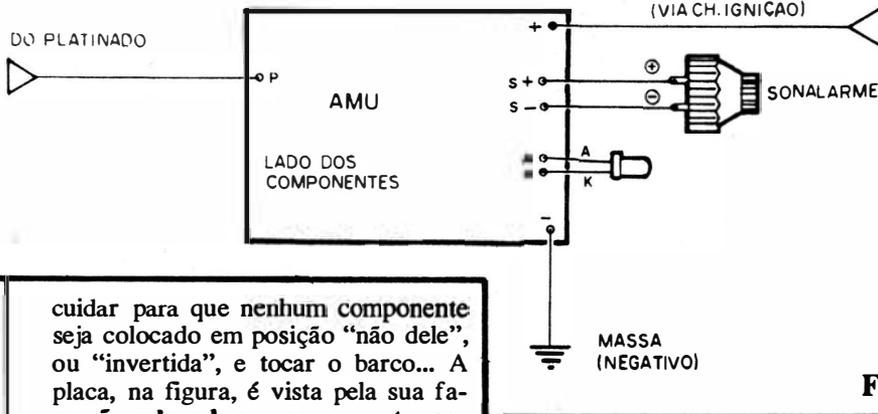

Fig.4
- **FIG. 4 - CONEXÕES EXTERNAS À PLACA** - Poucas e simples (porém todas **importantes**...) e quase todas **polarizadas**, exigindo assim uma boa dose da boa e velha... ATENÇÃO! A polaridade da alimentação (aos pontos “+” e “-”) deve ser cuidadosamente observada, de preferência usando-se fio **vermelho** para o **positivo** e **preto** para o **negativo**. O sinalizador piezo (“SONALARME”) também tem terminais polarizados, cuja conexão aos respectivos pontos da placa deve ser feita “respeitosamente”... Quanto ao LED, como sempre é fundamental identificar e conhecer seus terminais de **anodo (A)** e **catodo (K)**, ligando-os aos identificados pontos da placa... O